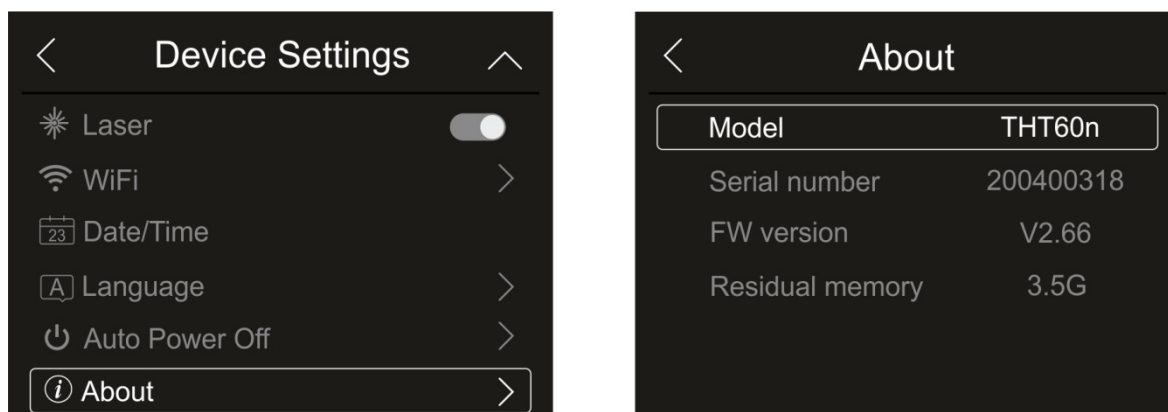

Fig. 21: Informations sur l'instrument
1. Appuyez sur l'élément «Information» pour obtenir des informations sur l'instrument concernant : le modèle, le numéro de série, la version du FW interne et la mémoire disponible restante. La page-écran de la Fig. 21 – partie droite s'affiche à l'écran :